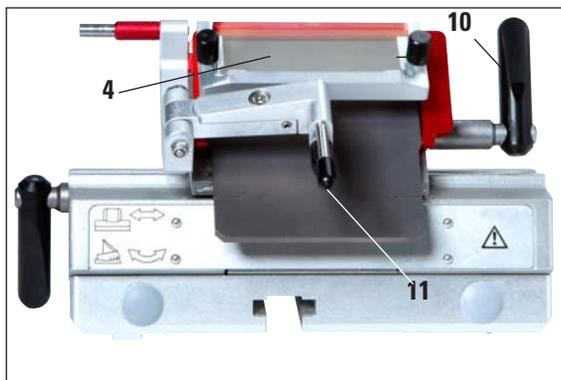

図4
4. クランプレバー (10) を時計方向に回して固定します (図4を参照)。
5. アンチロールシステム (4) をレバー (11) で右 (替刃方向) に戻します。